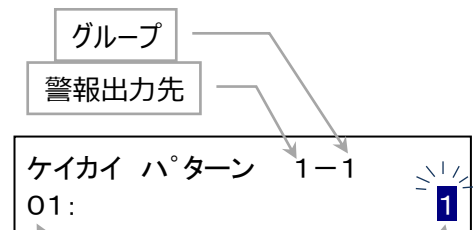

図 9-18 警戒パターン表示画面
- ・ ピーとブザー音がすると同時に図 9-18 の回線切断メッセージが表示され、ネットワークアドレスの変更を終了し、ログアウトされます。
(3) メニュースイッチを押すと、各アラート番号 (1~50) に対応する警戒情報の警報判定を設定できます。UP/DOWN スイッチ押下でアラート番号を選択します。メニュースイッチを押すことで表示されているアラート番号に対応する警戒情報の警報判定を変更します。UP/DOWN スイッチで 0 : 判定しない/1 : 判定するを変更します。(図 9-18)
上図に示すように、警報出力条件を設定するには「警戒パターン」と「警戒レベル」を 1 組ずつ設定していきます。他の組み合わせについても設定したい場合は、メインメニューに戻ったあと、図 9-18 の操作から先を繰り返していきます。